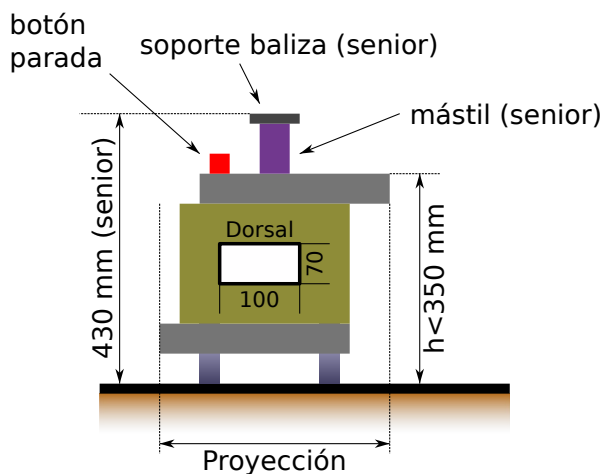
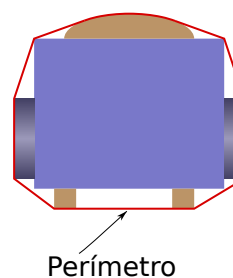

Figura 1: dimensiones del robot
Figura 2: envolvente convexa
- Se trata de la envolvente convexa de la proyección vertical de vuestro robot (figura 2). Si las paredes de vuestro robot no son completamente verticales, debéis proyectar verticalmente cada punto del robot para determinar su perímetro (ver figura 1).
- Altura menor de 350 mm (sin contar botón de parada de emergencia ni soporte para baliza, ver figura 1).
- Espacio vertical de 100 mm (ancho) × 70 mm (alto) donde os pegarán vuestro dorsal (ver figura 1):
- Este botón debe estar situado en la parte superior del robot, y poder ser rápidamente activado mediante un golpe. Debe detener de inmediato el robot (ver figura 1).
- En la parte más alta de vuestro robot, debéis incorporar un mástil, de tamaño mínimo un círculo de 70 mm de diámetro y máximo un cuadrado de 100 mm de lado, sólido y opaco (ver figura 1).